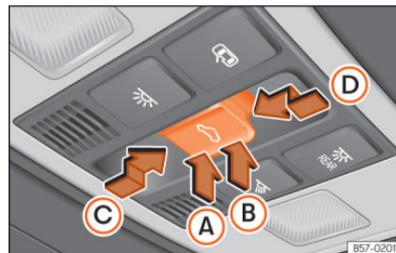

Fig. 66 No revestimento interior do teto: botão do teto de vidro.
O botão **Fig. 66** tem dois níveis. No primeiro nível pode colocar-se o teto na posição defletora, abrir ou fechar total ou parcialmente.
- Antes que decorram aproximadamente 5 segundos desde a ativação da função antientalamento, pressione o botão Fig. 66 até ao segundo nível no sentido da seta até que o teto se feche completamente.